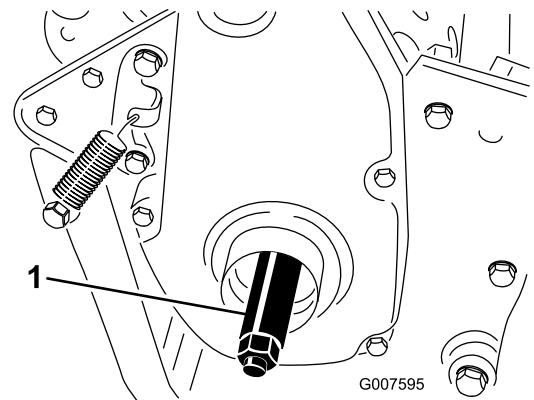

Figure 8
3. Vissez l'arbre de la roue droite sur la poulie d'entraînement du côté droit de la machine (Figure 8).